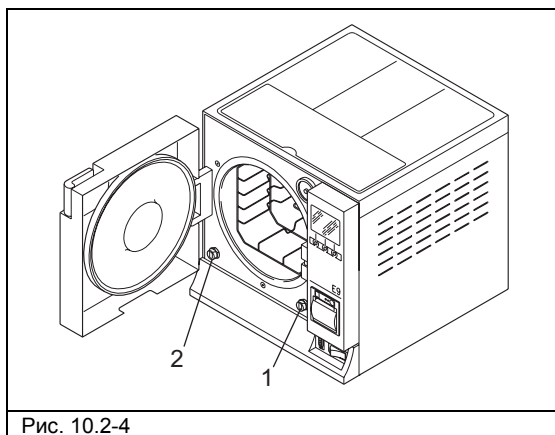

Рис. 10.2-4
1. Опустошите бак чистой воды: соедините конец трубки со штуцером внизу на передней панели устройства (1 Рис. 10.2-4) и направьте другой конец в пустую емкость.
2. Опустошите внутренний бак для сбора использованной воды: соедините прозрачную трубку со штуцером внизу передней панели устройства (2 Рис.10.2-4) и направьте другой конец в пустую емкость.